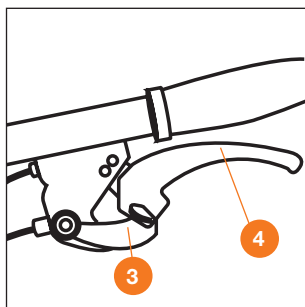

Рис. 19
Для запуска вращения фрез нажмите и удерживайте рычаг сцепления культиватора DAT 2500E (Рис. 19).
- Установите рычаг сцепления в среднюю позицию (рис. 19).